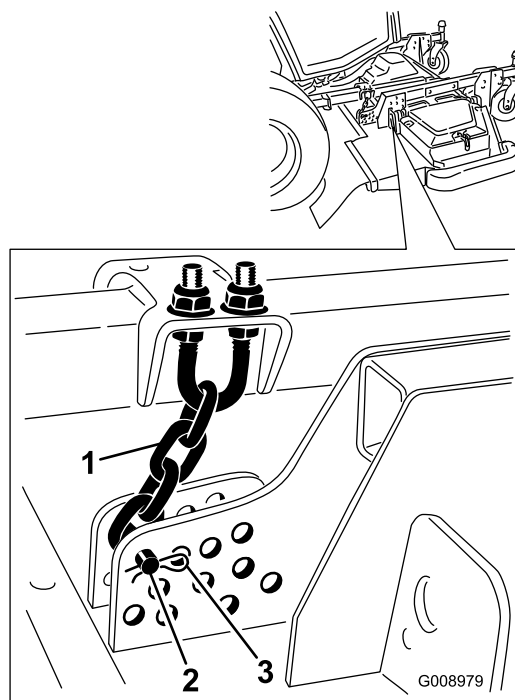

Рисунок 91
4. Снимите шплинт и шплинтуемый штифт, которые крепят цепи высоты скашивания к задней части деки газонокосилки (Рисунок 91).